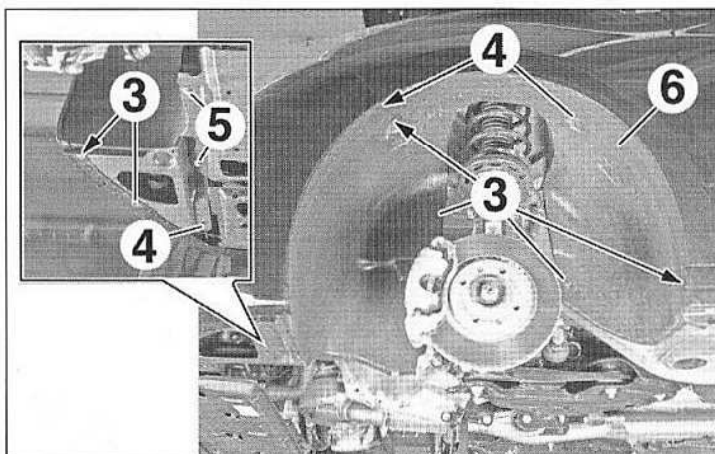
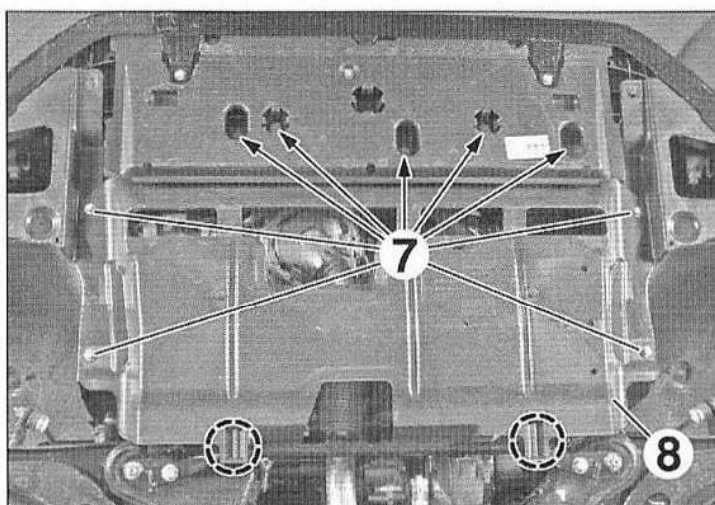

FIG.2
FIG.3
- Déposer (Fig.2) :
- les agrafes (3),
- les vis (4),
- selon équipement, les vis (5),
- le pare-boue (6).
- Selon équipement, déposer les vis (7) (Fig.3).
- Dégrafer et déposer la protection sous moteur (8).
- Déposer la vis (12) de poulie de vilebrequin (Fig.3).
- le carter inférieur de distribution (14),
- la poulie de vilebrequin (13),
- une vis (12) de poulie de vilebrequin neuve,
- le carter supérieur de distribution (11).